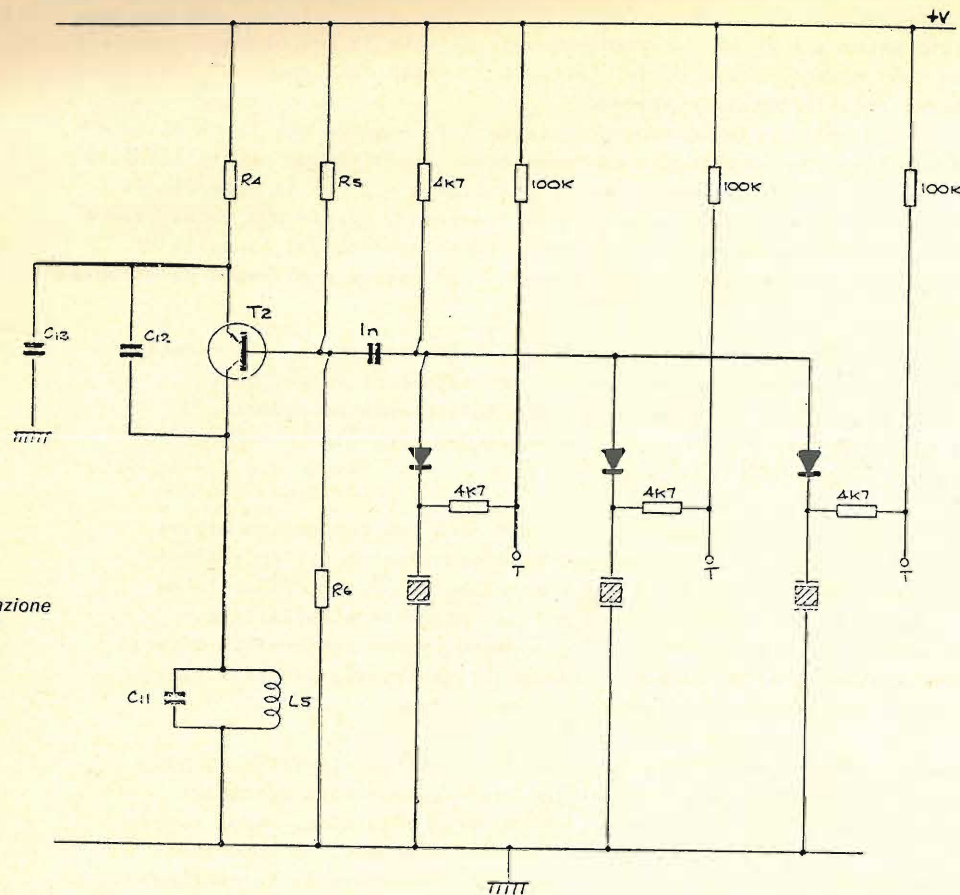

figura 2
- 6) Con uno spezzone di cavetto RG/174 U lungo 25 cm, facendolo passare per sopra il telaio, unire: il polo caldo alla base di Q2 ove prima era C6 e la calza a massa ai terminali 2, 3, 4 dal lato rame della piastra PB 1252 B. Dall'altra parte del cavetto, saldare al polo caldo il condensatore C6 precedentemente rimosso, per un terminale e l'altro terminale di C6 com'è indicato in figura 2 bis sul circuito stampato vicino al T110 ubicato sulla piastra ove trovansi la quarziera. La calza va saldata nell'involucro metallico di T110.